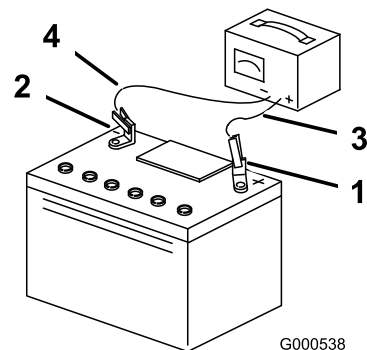

Figura 26
5. Cuando la batería esté completamente cargada, desconecte el cargador del suministro eléctrico, y desconecte los cables del cargador de los bornes de la batería (Figura 26).